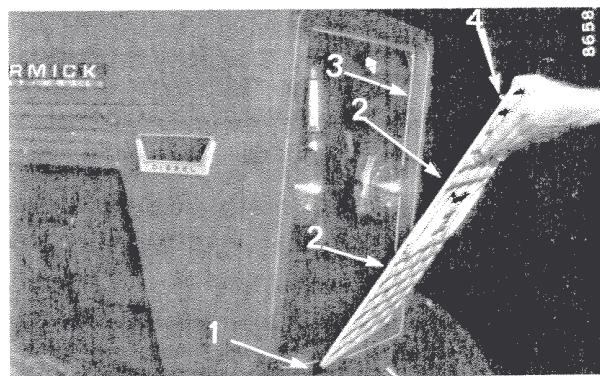

Fig. 37
La bonne accessibilité des organes essentiels du tracteur rend très rare la nécessité de démonter le capot moteur. La simple dépose de la grille de radiateur permet l'accès facile au filtre à air et aux phares (voir, Fig. 37).
Dévissez les vis (4, Fig. 37) et enlevez la grille de radiateur. Lorsque vous la remettez en place engagez les ergots (1) derrière le rebord (3). Appuyez légèrement sur les crochets (2) pour agraffer la grille puis serrez les vis.
Retirez la grille de radiateur (Fig. 37) et démontez le bol d'huile.
Déposez la grille de calandre du tracteur (Fig. 37). Dégagez les 3 crochets du bol d'huile pour pouvoir le sortir. Retirez également l'élément filtrant et nettoyez-le au gasoil ou au pétrole avec un pinceau doux jusqu'à ce qu'il soit bien propre.